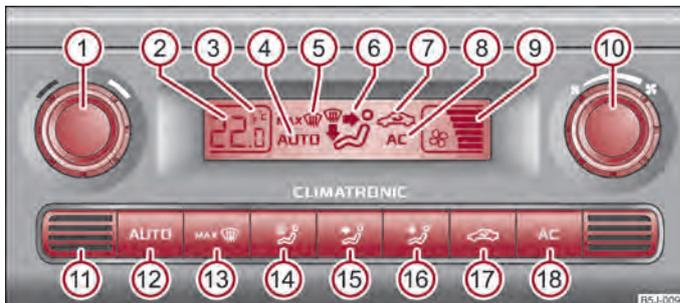

Fig. 76 Climatronic: Comandi
- Premere il tasto  => fig. 76.
Premere e tenere contemporaneamente premuti i tasti  e  => fig. 76. Sul display vengono visualizzati i valori nell'unità di misura desiderata.
- Premere il tasto **MAX** ⇒ fig. 76.
- Ruotare la manopola ⑩ ⇒ fig. 76 verso sinistra (per diminuire la velocità del ventilatore) o verso destra (per aumentare la velocità del ventilatore).
- Premere il tasto   ⇒ fig. 76, nel display viene visualizzato .